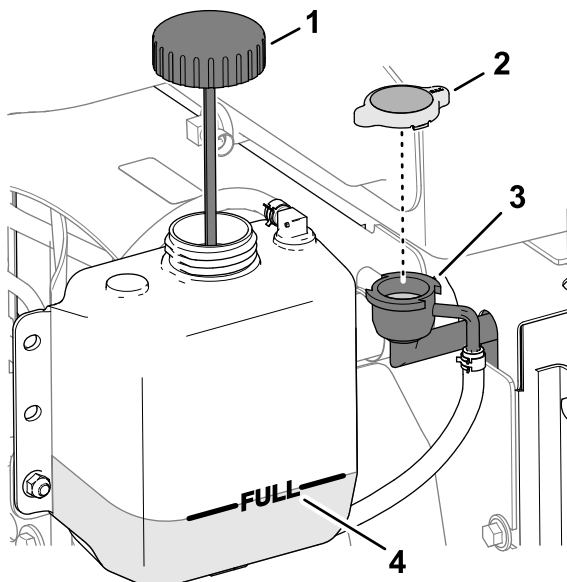

Figure 144
3. Enlevez le bouchon de radiateur avec précaution (Figure 144).
**Remarque:** Le niveau de liquide de refroidissement est correct lorsqu'il atteint le haut du goulot de remplissage du radiateur (Figure 144).